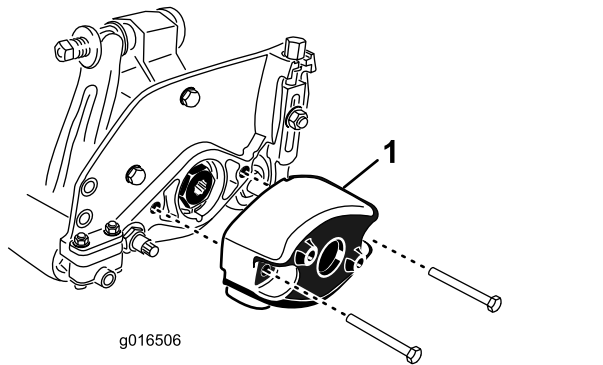

图9
1. 拆下将配重块固定到滚刀组左端的 2 个螺栓。拆下配重块 图9。
5. 在滚刀组右端的 O 形圈上涂抹一薄层润滑脂用之前拆下的螺栓安装配重块 图9。上紧螺栓扭矩至 1620N·m。